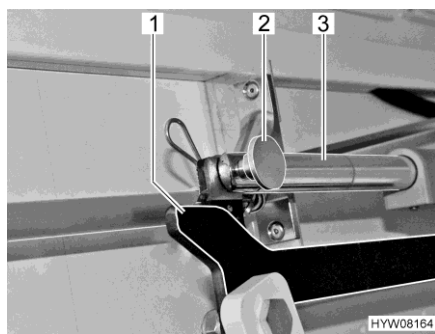

Bild 111 Drivenhet (höjbar säng)
- Lossa förbindelsen (låssprinten och bulten) (Bild 111,2) mellan skjutstången (Bild 111,3) och spaken (Bild 111,1).
- Ta tag nedifrån mellan sidoväggen och sängens stänger och dra loss kopplingen (låssprinten och bulten) (Bild 111,2) mellan skjutstången (Bild 111,3) och spaken (Bild 111,1).